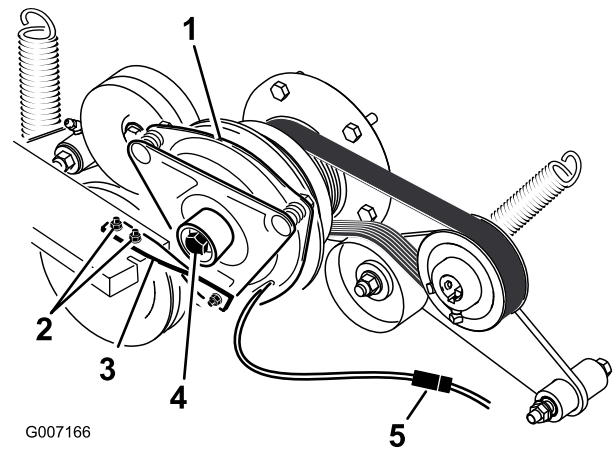

Figura 82
6. Desenchufe el conector eléctrico del embrague (Figura 82).
7. Retire los dos pernos que sujetan la correa de goma del embrague al bastidor del cortacésped (Figura 82).
8. Retire el perno central que sujeta el embrague al eje del motor, y retire el embrague y la chaveta (Figura 82).
15. Sujetando el cigüeñal en la parte trasera de la máquina, instale el perno central y apriételo a 68 N·m (Figura 82).
16. Instale la correa de goma del embrague al bastidor del cortacésped con los dos pernos y tuercas que se retiraron anteriormente (Figura 82).
18. Enchufe el conector eléctrico del embrague (Figura 82).